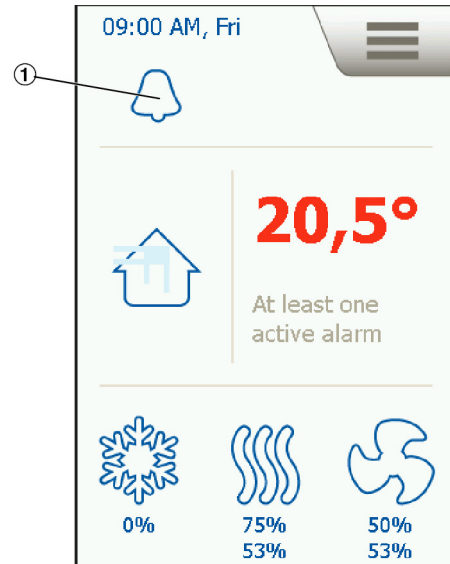

Рис. 63: Отображение аварий
1. ▶ Выберите «**Меню** → **Аварии**» или значок будильника (Рис. 63/1, отображается только для текущих аварийных сигналов).